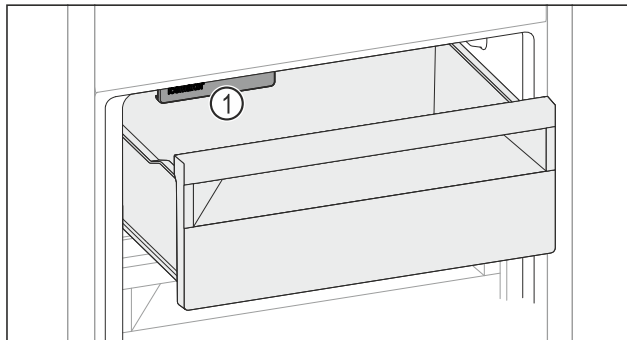

Fig. 224
- Uzmite u obzir IceMaker Fig. 224 (1).